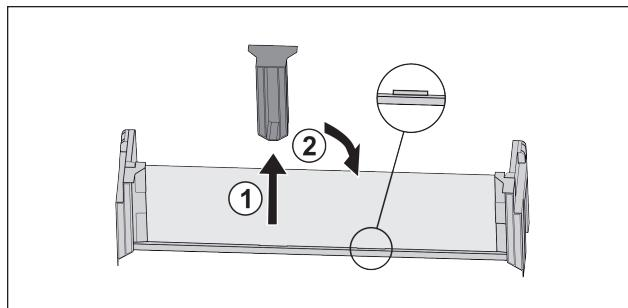

Fig. 76
- ▶ Desprindeți piesa de susținere intermedieră Fig. 76 (1).
- ▶ Introduceți piesa de susținere intermedieră la a doua poziție Fig. 76 (2).